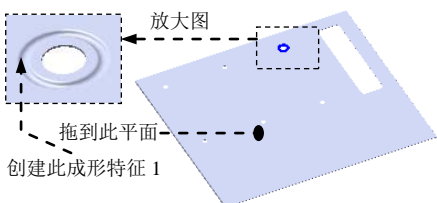

图 17.10.66 创建成形特征 1
Step13. 创建图 17.10.66 所示的成形特征 1。
(1) 单击任务窗格中的“设计库”按钮 ，打开“设计库”对话框。
(2) 单击“设计库”对话框中的  ch17 节点，在设计库下部的列表框中选择“case_shaped_tool_05”文件并拖动到图 17.10.66 所示的平面，在系统弹出的“成形工具特征”对话框中单击  按钮。